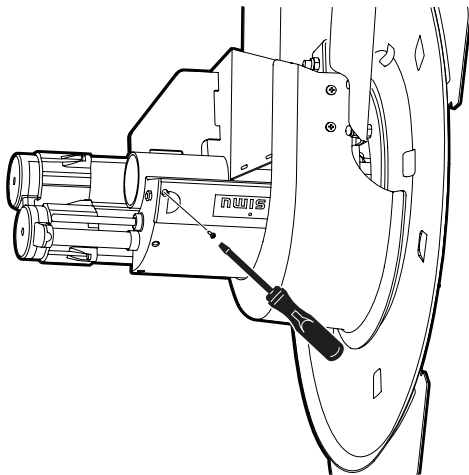

Fig. 12
1. Die Schrauben entfernen und Klappe öffnen, siehe **Fig. 12**.